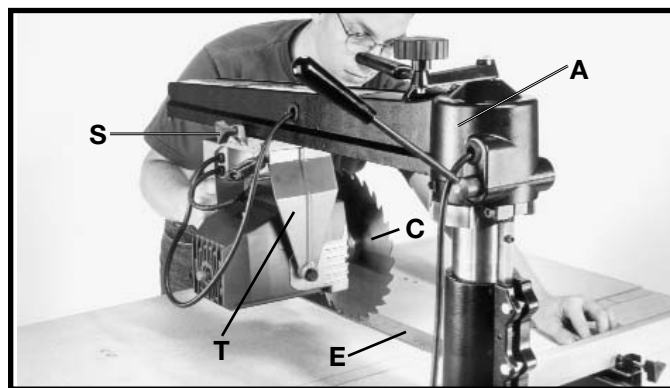
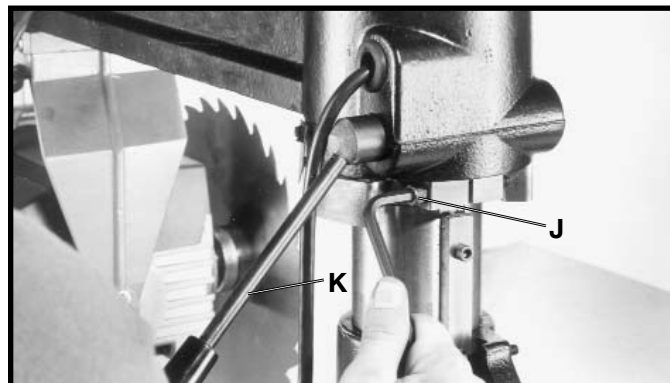

Fig. 33
Fig. 34
5. Afloje la perilla de cierre del cabezal de corte (H) Fig. 33, y deslice el cabezal de corte (H) a lo largo del brazo guía (A) conforme a lo ilustrado para determinar si el recorrido de la hoja (C) es paralelo a la escuadra (E).
6. Si resulta necesario realizar un ajuste, afloje el tornillo de cierre del anillo índice (J) Fig. 34, y la agarradera de abrazadera del brazo guía (K).
7. Gire el brazo guía (A) Fig. 33 hasta que la hoja (C) tenga un recorrido paralelo a la escuadra (E). Apriete entonces la agarradera de abrazadera del brazo guía (K) Fig. 34.